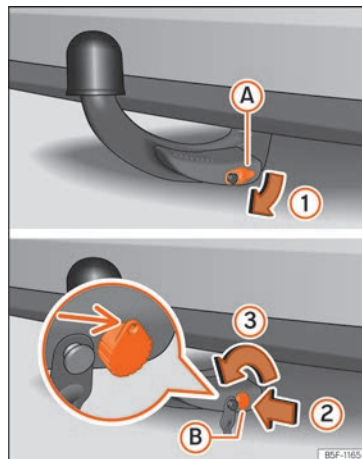

Fig. 269 Smontaggio del gancio di traino
- Estrarre il coperchio (A) dalla serratura (1) » fig. 269.
- Inserire la chiave (B) nella serratura (2) » fig. 269.
- Ruotare la chiave a sinistra (3) di mezzo giro, fino a quando il foro si trova in alto » fig. 269.